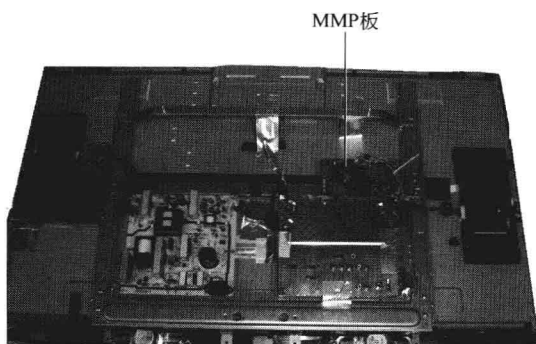

图 1-8 增加了 MMP 板的液晶电视机
⑤ 增加附加功能的液晶电视机 有的新型的液晶电视机，还增加了一些附加功能，如 USB 通用串行总线接口、SD 卡读取、光盘刻录等功能，当然电视机内也会增加相应的附属信号处理板。图 1-8 是增加了 MMP 板的液晶电视机。